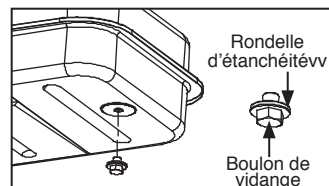

Figure 10. Boulon de vidange
2. Retirez le boulon de vidange (en bas, à l'arrière du réservoir à combustible) en vous servant d'une douille de 3/4 po ou d'une clé à molette, et videz le réservoir. (Pour les modèles RFA135C/180CV/220CV uniquement.) (Voir Figure 10)
5. À l'aide de la douille de 3/4 po ou de la clé à molette, replacez le boulon de vidange sur le réservoir à combustible. (Pour les modèles RFA135C/180CV/220CV uniquement.) (Voir Figure 10)